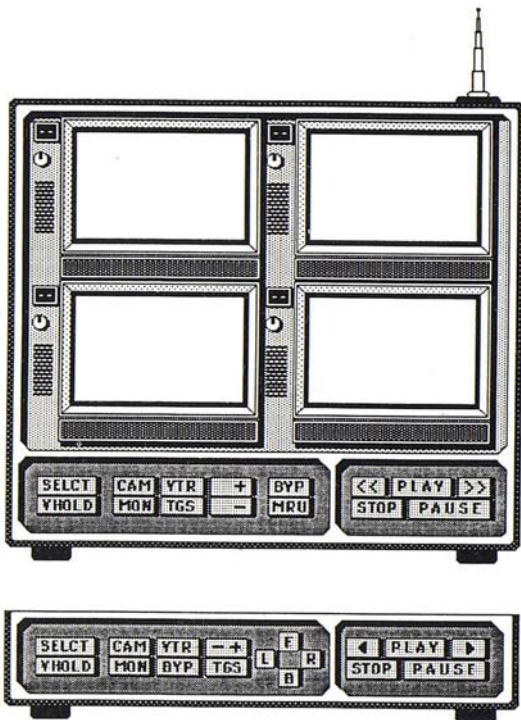

Bild 1-1 MFSM Genalansicht
- Bild 1-1 MFSM Gesamtansicht
Das MFSM umgibt ein Metallgehäuse, das für optimale Bedienung in widriger Umgebung entworfen wurde., siehe Bild 1-1 für die MSFM Gesamtansicht. Es besitzt ein hochentwickeltes Netzteil, Phnordman Video Matrix, Sender/Empfänger, Digital-Videorecorder, Telemetrie Orientierungs System, und Umschalt/Interface Schaltkreise.